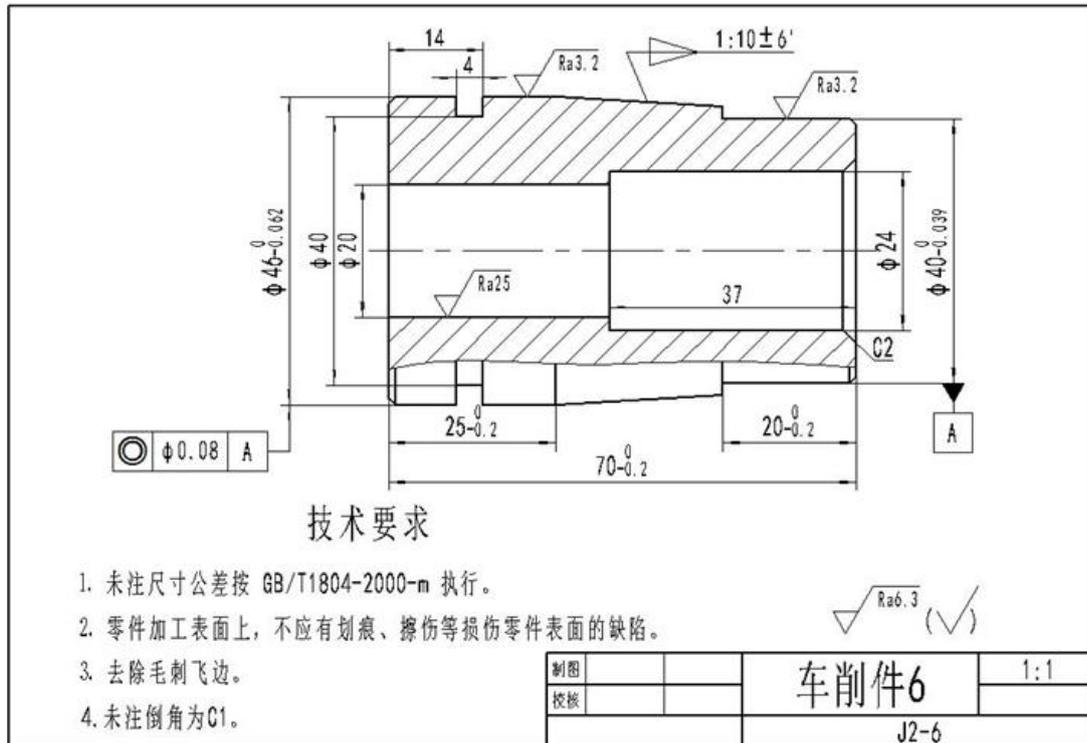

图2.6 车削件 6
(1)任务描述试在 CA6140 车床上加工如图 2.6 工件，所提供的工件毛坯规格：